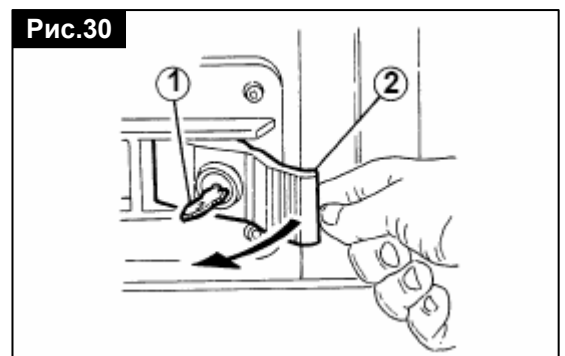

Рис.30
- Вставьте ключ (рис.30, поз.1) в устройство разблокировки.
- Потяните за язычок механизма разблокировки (рис.30, поз.2), пока он не зафиксируется в открытом положении, а шестерня не начнёт свободно вращаться.